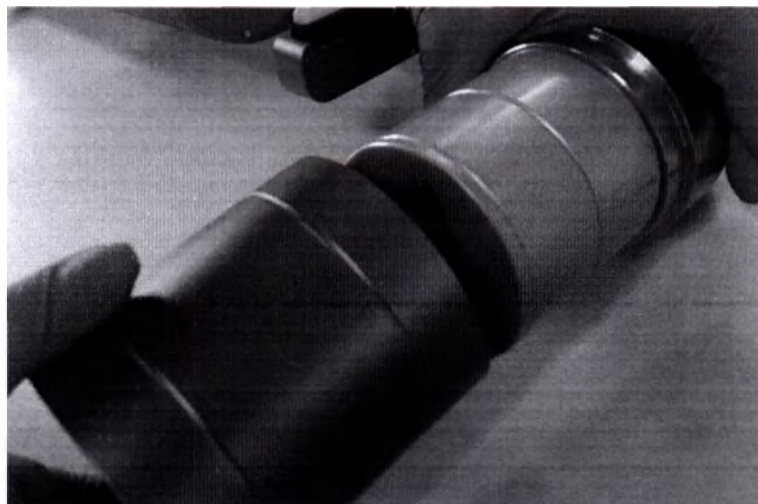

Рис.8.6 – Подсоединение защитного цилиндра
8.1.4.2. Подсоедините защитный цилиндр на груз шарнирного манипулятора, как показано на рис.8.6.